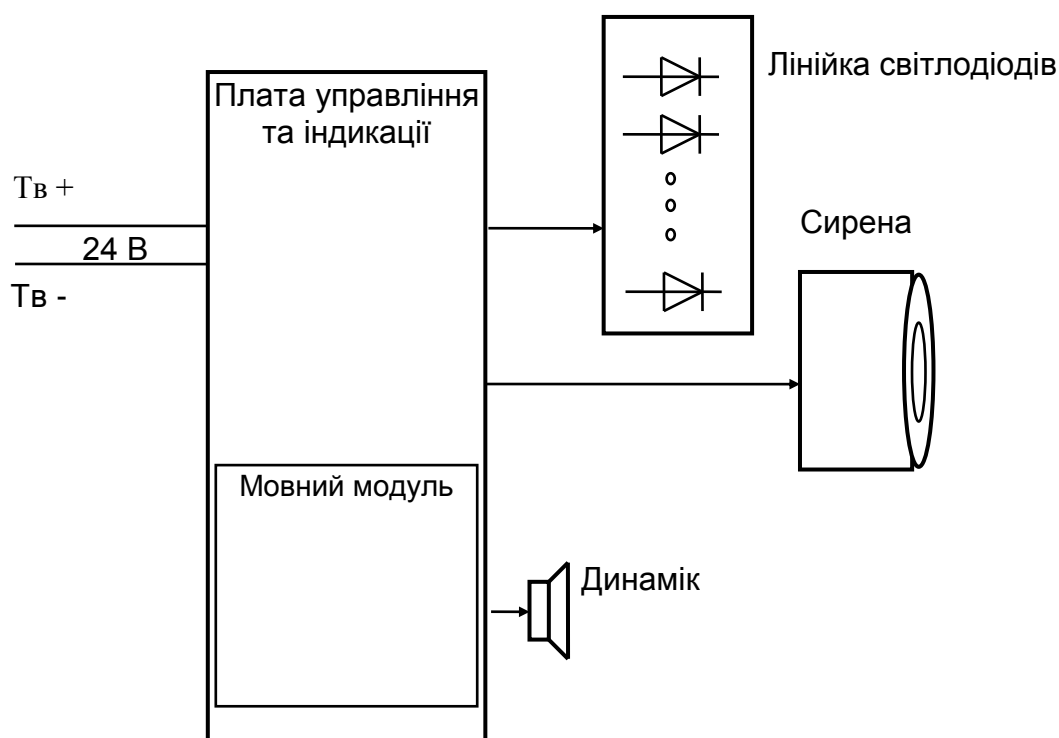

Рисунок 1. Функціональна схема блока.
5.2. Функціональна схема блока наведена на Рис. 1.